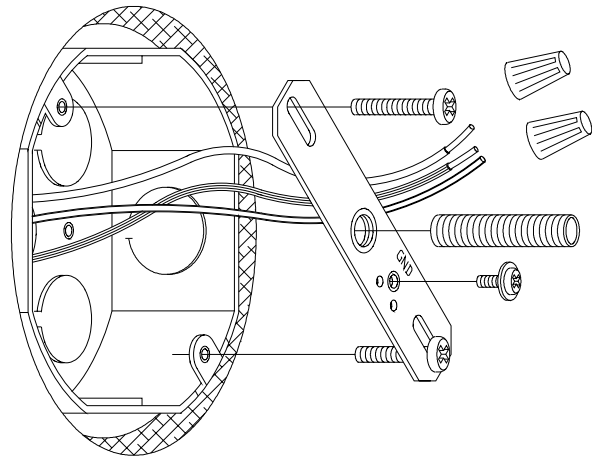

Figure 2
2. **Thread (1) 1/8IP x 2" Nipple into Crossbar,** about 1/4". (head of green screw should face outward). \_\_\_\_\_ **See Fig 2.**
3. **Attach the crossbar to the junction box** by inserting the (2) #8-32 x 1" machine screws through the slots in the crossbar into the junction box. (head of green screw should face outward). \_\_\_\_\_ **See Fig 2.**
2. **Visser (1) tige filetée 1/8IP x 2 po** dans la traverse d'environ ¼ po. (Tête de la vis verte vers l'extérieur.) **Voir la figure 2.**
3. **Fixer la traverse à la boîte** de jonction en insérant les (2) vis de mécanique cal. 8-32 x 1 po dans les rainures de la traverse de la boîte de jonction. (Tête de la vis verte vers l'extérieur.) **Voir la figure 2.**
2. **Enrosque (1) entrorroca de 1/8IP X 2"** en la barra transversal, acerca de ¼". ( la cabeza del tornillo verde debe mirar hacia afuera) . **Vea Fig 2.**
3. **Conecte la barra transversal** a la caja de ensambladura insertando los (2) tornillos de máquina #8- 32 X 1" por las ranuras de la barra transversal a la caja de ensambladura. ( la cabeza del tornillo verde debe mirar hacia fuera). **Vea Fig 2.**